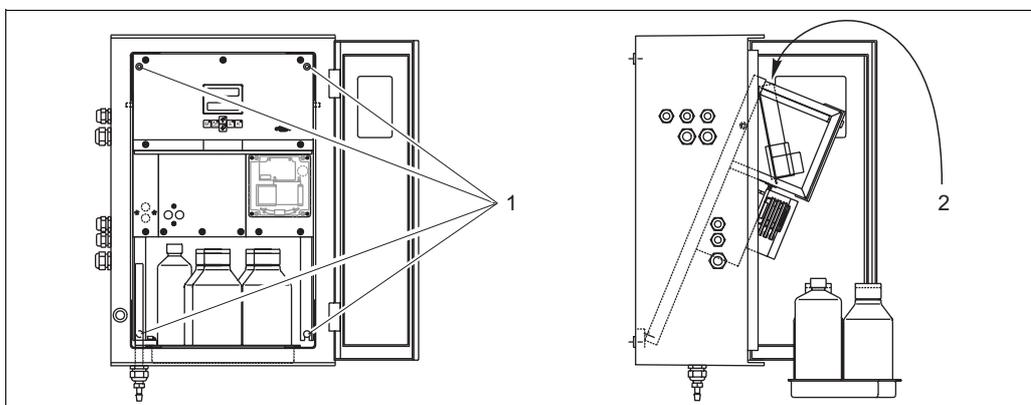

Abb. 13: Ausklappen des Rahmens
1. Drehen Sie die beiden unteren Innensechskantschrauben (=Inbusschrauben, SW 6) 3-4 Umdrehungen locker (Abb. 13, Pos. 1).